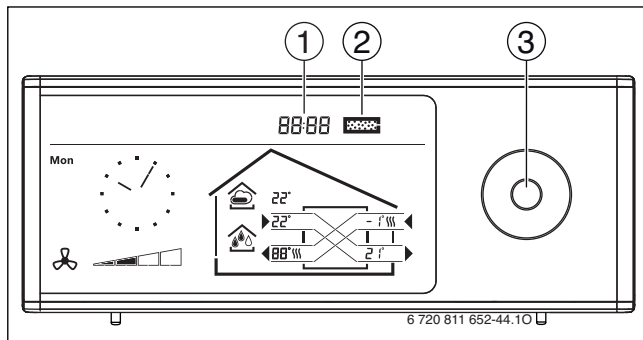

Bild 15
- Navigationstaste [3] in Bild 15 in der Mitte drücken. Symbol der aktuell eingestellten Betriebsart blinkt in der Betriebsartenanzeige des Displays.